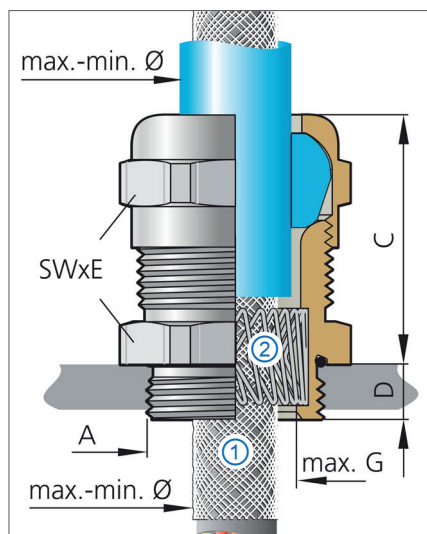

Abb. 7-3: Kabelverschraubung (Längsschnitt)
Um einen guten Kontakt zwischen Kabelschirm ① und TRI-Feder ② (Abb. 7-3) in der Kabelverschraubung zu gewährleisten, muss das Kabel sorgfältig konfektioniert werden, d. h. die Position des abisolierten Kabelschirms muss mit der Position der TRI-Feder übereinstimmen.20